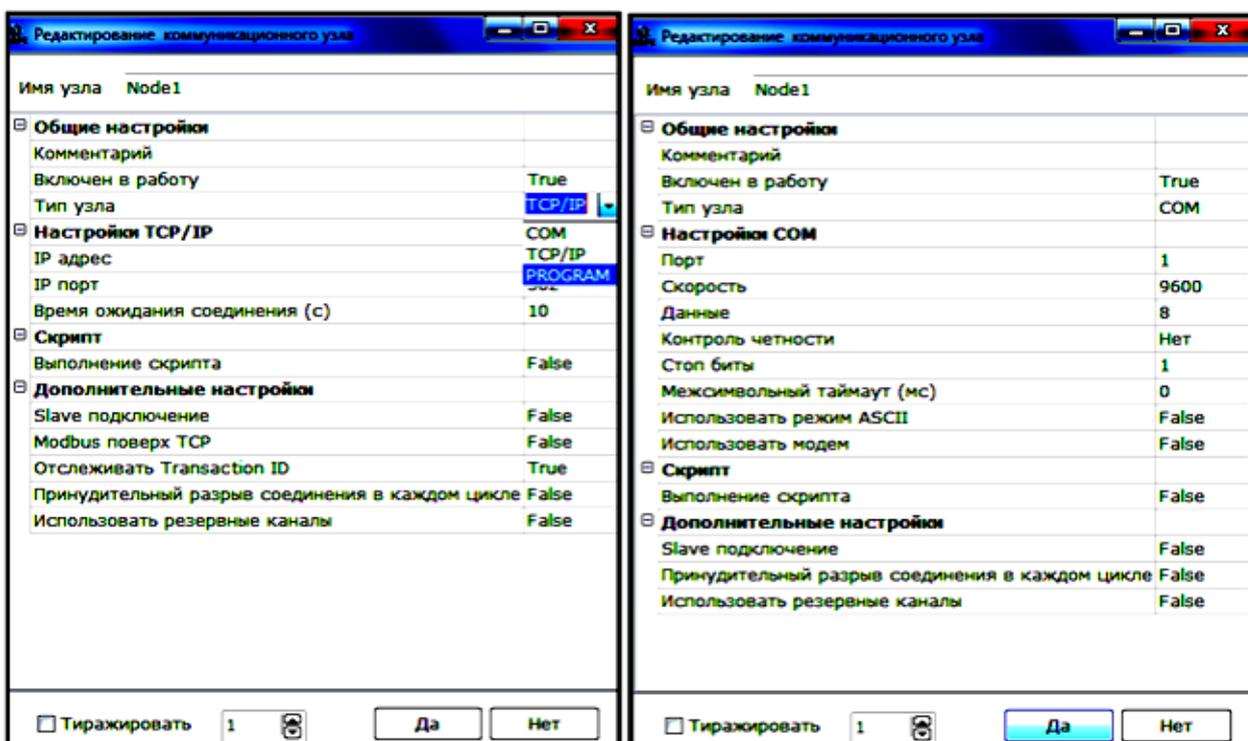

Рисунок 2. Окна меню настройки
Меню настройки узла появляются в виде отдельных последовательных окон (рис.2).
- 2.** В типе узла выбрать, как правило, COM порт, а затем в следующем окне его настроить (рис.2). Имеется возможность после настройки тиражировать количество узлов.